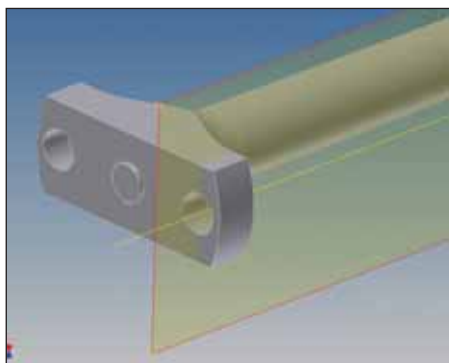

Рис. 53
70. Выбрать в качестве плоскости эскиза созданную рабочую плоскость (рис. 53).